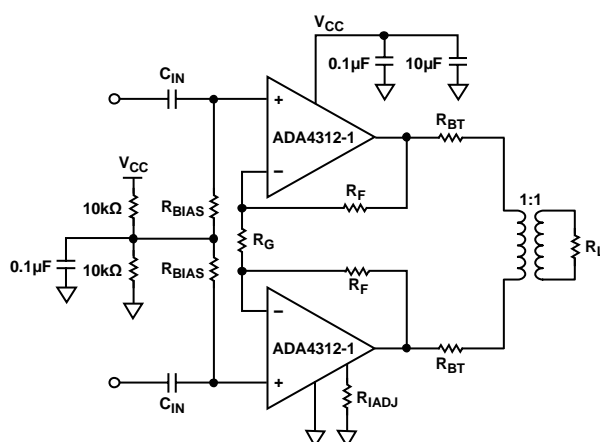
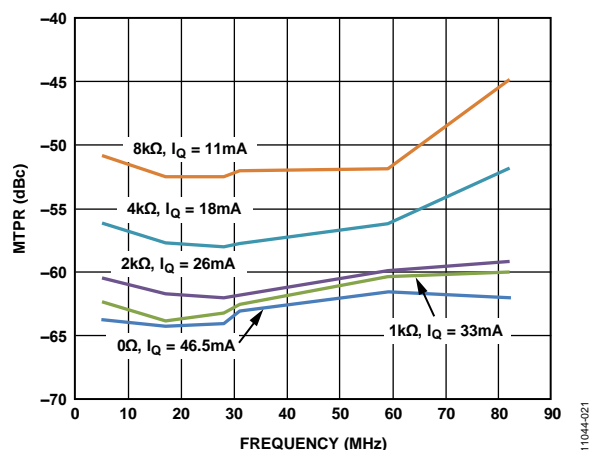

図 17. 代表的な G.hn アプリケーション回路
図 18. R_{IADJ} 対 MTPR
帰還抵抗値は、ADA4312-1 差動ライン・ドライバ・アーキテクチャで使用されている電流帰還アンプのクローズド・ループ帯域幅に対して直接影響します。表 5 に、一般的な差動ライン・ドライバ回路で使用される帰還抵抗値選択のガイドラインを示します (図 17 参照)。
コア・アンプの特許取得済みの入力ステージは、独立に動作するコア・アンプに対しては動作しません。ADA4312-1 の入力ステージは、図 17 に示す回路の様な差動アプリケーションでのみ動作するようにデザインされています。
G.hn PLC モデム、半二重または時分割多重 (TDD) のようなシステムでは、送信モードと高出力インピーダンス受信モードの間で切り替えられるライン・ドライバが必要です。ADA4312-1 にはシャットダウン・ピン (SD、ピン 9) があります。このピンはライン・ドライバの送信を停止させ、その間に出力を 10 kΩ と $2R_F + R_G$ の並列接続に等しい高出力インピーダンスへ切り替えます (図 17 参照)。このシャットダウン (SD) ピンは、標準 3.3 V CMOS ロジックと互換です。SD ピンをフローティングのままにすると、内部プルアップ抵抗により出力がディスエーブルされて、高出力インピーダンス状態になります。SD ロジックは GND (ピン 4) 基準です。この GND は 0 V へ接続する必要があります。
図 17 に示すような単電源アプリケーションでは、動作ポイント (V_{MID}) を電源中央に設定する必要があります。V_{MID} を設定するときは、V_{CC} とグラウンドの間に 2 本の 10 kΩ 抵抗を使って抵抗分圧器を構成し、デカップリング用に 0.1 μF セラミック・チップ・コンデンサを使用します。V_{MID} デカップリング・コンデンサと R_{BIAS} 抵抗は、ADA4312-1 のできるだけ近くに配置します。
静止電流調整と送信信号の直線性 (または MTPR) との間にはトレードオフが存在することに注意してください。MTPR (Multitone Power Ratio) は、5 MHz、17 MHz、28 MHz、31 MHz、59 MHz、82 MHz でモニタされています。図 18 を使用すると、図 17 に示す回路で G_{hn} 信号を $40\ \Omega$ 差動負荷で送信する際の、 R_{IADJ} 対 MTPR および静止電流の性能低下を概算することができます。